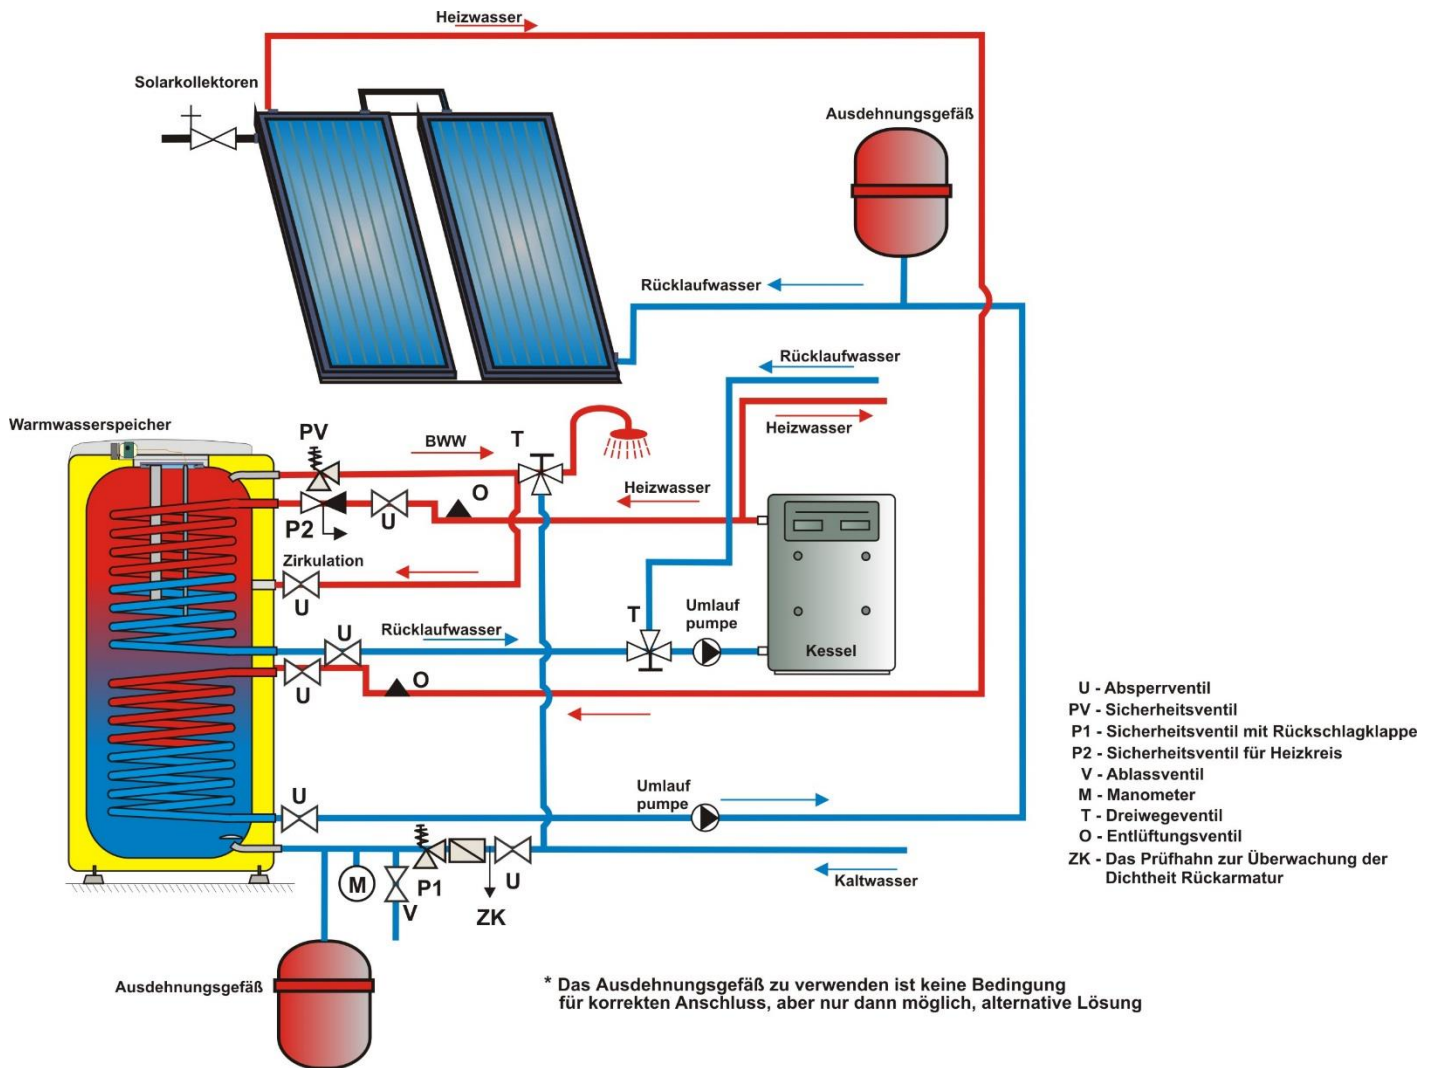

Abbildung 15
Der Anschluss der Warmwasserspeicher an die Wasserinstallationen ist auf folgenden Abbildungen dargestellt (Abbildung 12, Abbildung 13, Abbildung 14, Abbildung 15, Abbildung 16, Abbildung 17). Um den Warmwasserspeicher eventuellen abmontieren zu können, sind an den Brauchwasserzulauf und -auslass Verschraubungen $\text{Js } 3/4''$ zu montiert. Ist die WBW - Verteilung mit einem Zirkulationskreislauf ausgestattet, so wird der "Rückwärtsgang" an dem als ZIRKULATION gekennzeichneten Einlass angeschlossen. Die Typen 100, 125, 160 NTR sowie 100, 125, 160 NTR / HV sind mit einem Ablassaustritt ausgestattet. Bei den Typen 200 und 250 NTR(R) ist am Eintritt von Warmnutzwasser die "T" Armatur mit einem Ablassventil zu montieren. Der Warmwasserspeicher muss zum Betrieb mit einem Sicherheitsventil ausgestattet sein. Das Sicherheitsventil wird an den mit dem blauen Ring gekennzeichneten Kaltwasserzulauf montiert. Wir empfehlen, die Warmwasserverteilung vom Warmwasserspeicher möglichst kurz zu gestalten, um die Wärmeverluste zu reduzieren. Die Wasserspeicher müssen mit einem Auslassventil in der Kaltwasserzuleitung bestückt werden, um die eventuelle Demontage oder Reparatur ermöglichen zu können.